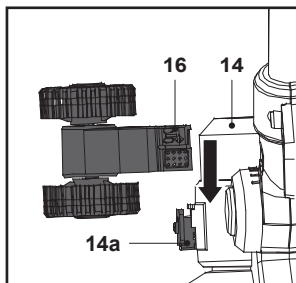

Fig. 2
1. Aligner les glissières de la roue de coupe-bordures (16) sur le support de coupe-bordures (14a) à l'avant du carter de moteur (14) et faire glisser la roue de coupe-bordures (16) pour la fixer. S'assurer qu'elle s'enclenche (Fig. 2).